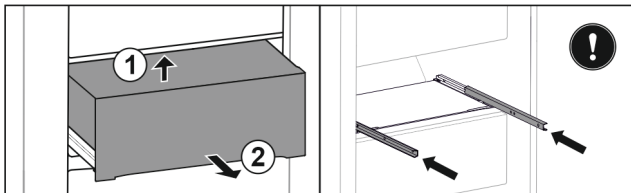

Fig. 148
- ▶ Lade van onderen achter optillen. Fig. 148 (1)
- ▶ Lade naar voren toe verwijderen. Fig. 148 (2)